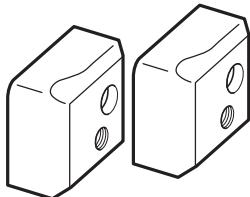

Fig. 24
- Couteau (Fig. 24) (No. de code 319706)